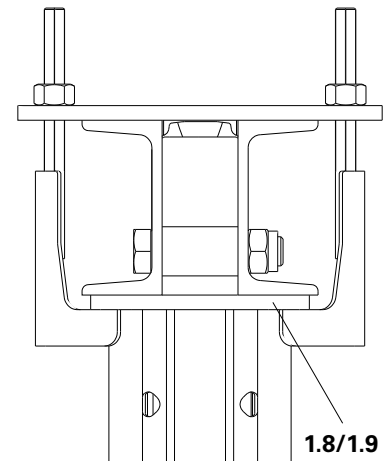

Fig. A6.01b
6. Serrer les écrous hexagonaux M16. (Fig. A6.01b).